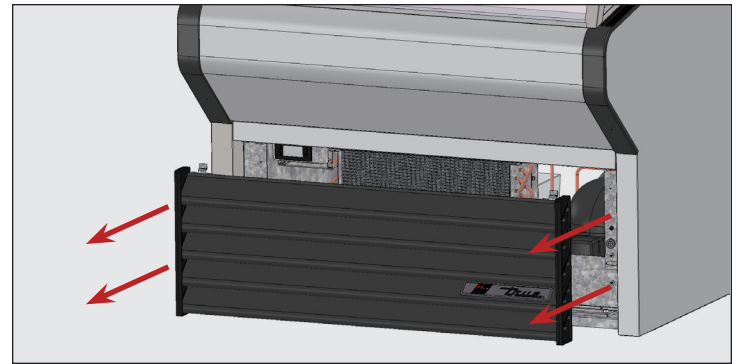

Fig. 2. Retire cuidadosamente la rejilla.
3. Tire del conjunto de la rejilla para liberarlo de los soportes magnéticos. Véase la fig. 2.